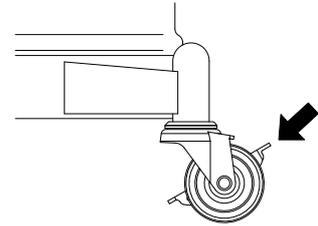

Fig. 5
- 作業中及び移動を完了した機器は、必ずキャスターブレーキをロックさせて動かないようにしてください。(Fig.5)